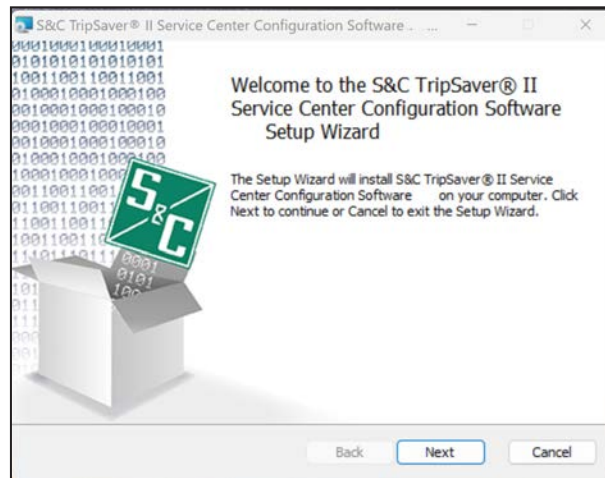

Figura 4. Assistente de Configuração da Instalação do SCC.
PASSO 2. Após o clique no botão **Install**, aguarde até que a instalação esteja concluída. O instalador instala automaticamente o framework .NET correto caso este não esteja ainda instalado. Quando o .NET estiver instalado com sucesso, o assistente de configuração do Software de Configuração do TripSaver II em Centro de Serviços da S&C é aberto. Ver Figura 4 na página 11.